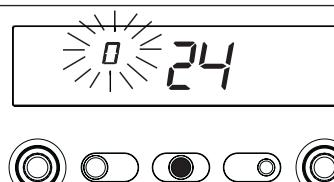

Fig. 78
- **R.A.I.-MIX R.S.I.:** girar el selector temperatura agua sanitario hasta que el valor leído en el visor digital es 0 (fig. 78)